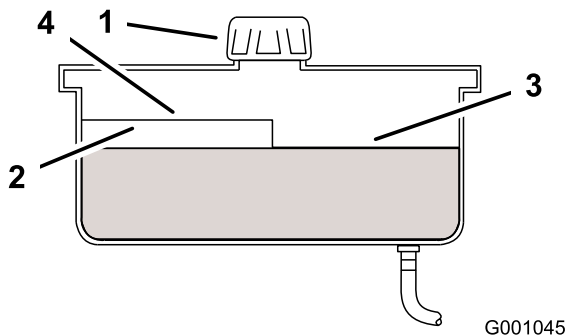

Figura 59
4. Limpie alrededor del cuello de llenado y el tapón del depósito de aceite hidráulico (Figura 59).
5. Retire el tapón del cuello de llenado. Mire dentro para ver si hay aceite en el depósito. (Figura 59).
**Nota:** El nivel de aceite debe llegar a la parte superior del nivel caliente del tabique cuando el aceite está caliente (Figura 59).